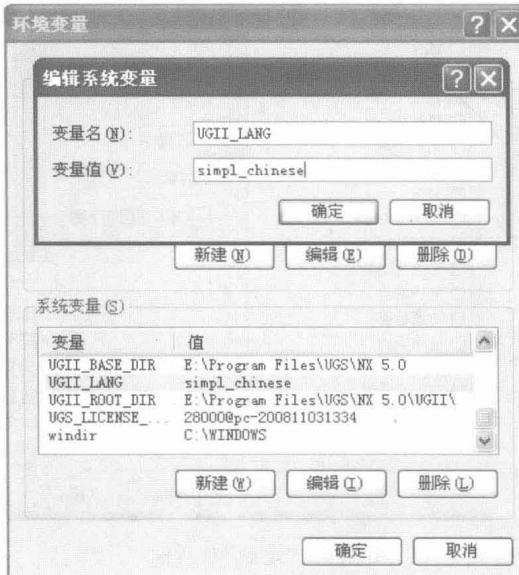

图 1.3 “编辑系统变量”对话框
① 单击【开始】|【控制面板】|【性能与维护】|【高级】|【环境变量】命令, 弹出“环境变量”对话框。
② 在“系统变量”列表框中找到“UGII_LANG”选项, 单击【编辑】按钮(或用鼠标左键双击), 弹出如图 1.3 所示的“编辑系统变量”对话框。